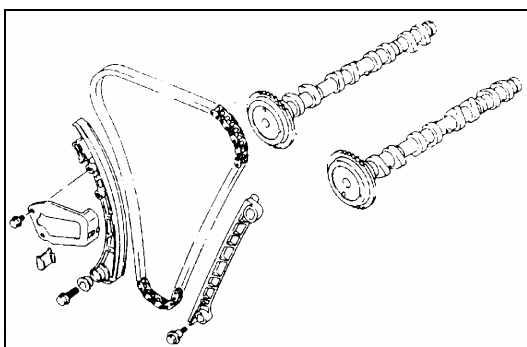

Рис. 4-53.
- 3). Снять распределительный вал, толкатели клапанов и регулировочные прокладки клапанных зазоров соответственно описанию, приведенному в разделе “Распределительный вал, толкатели и регулировочные прокладки клапанных зазоров”, Рис. 4-53.